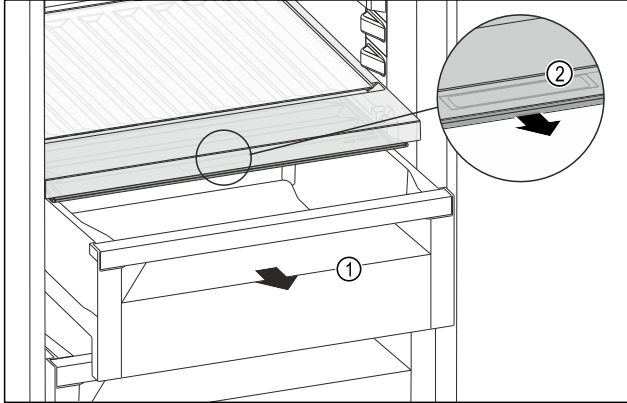

Fig. 194
- Schubfach Fig. 194 (1) herausziehen.
- Griffmulde Fig. 194 (2) am Fachdeckel anfassen und Fachdeckel gleichzeitig nach vorne ziehen.